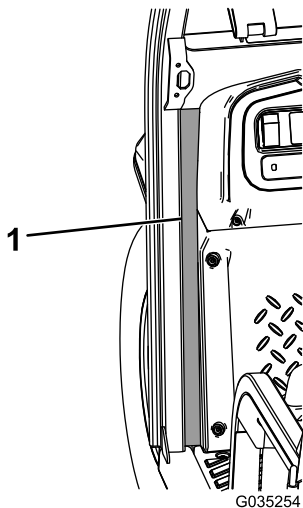

Figura 15
12. Rimuovete il supporto dalle tenute in schiuma sintetica anteriore destra e sinistra e attaccatele alla macchina (Figura 15).